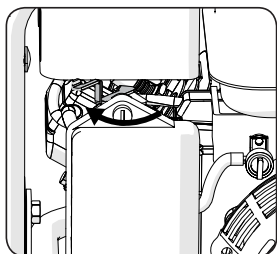

Fig 15
- Dopo aver avviato il motore, riportare gradualmente la leva dello starter in posizione di apertura. (Fig. 15)